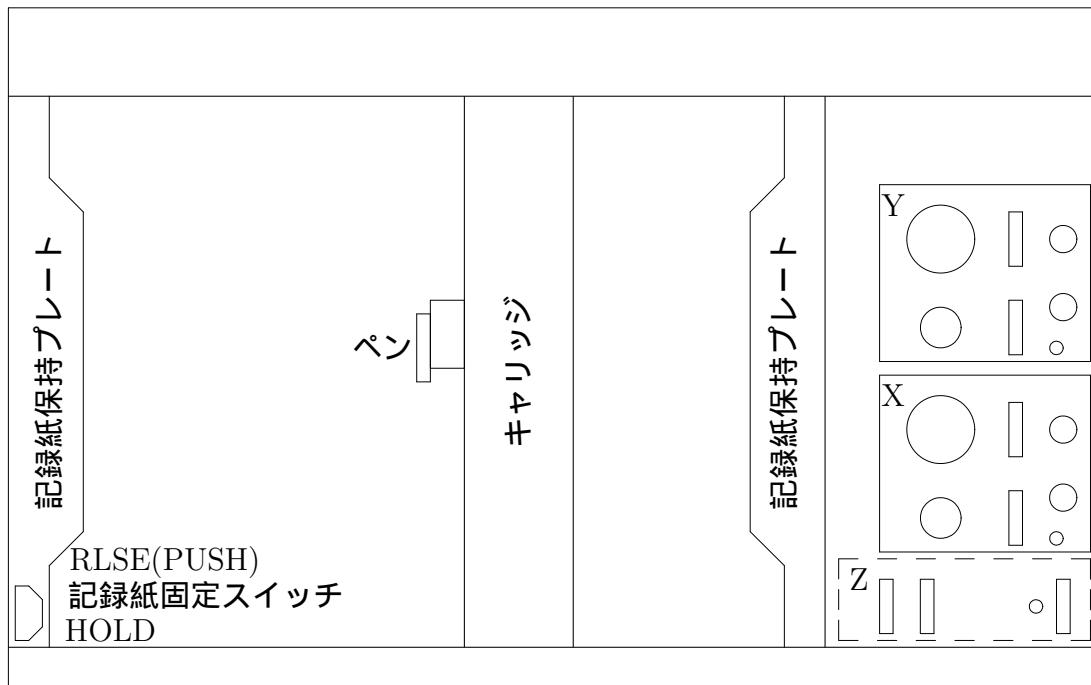

図 20.4: X-Y レコーダ
4. 記録紙固定スイッチが RLSH(解放状態、図 20.4 参照) を確認する。
3. 記録紙固定スイッチを RLSH(解放状態、図 20.4 参照) にする。
5. 記録紙を保持プレート(図 20.4 参照) に差し込みます。記録紙の下端を記録しテーブルの下の線に合わせ、記録紙の左端を記録し位置決め線に正しく合わせる。